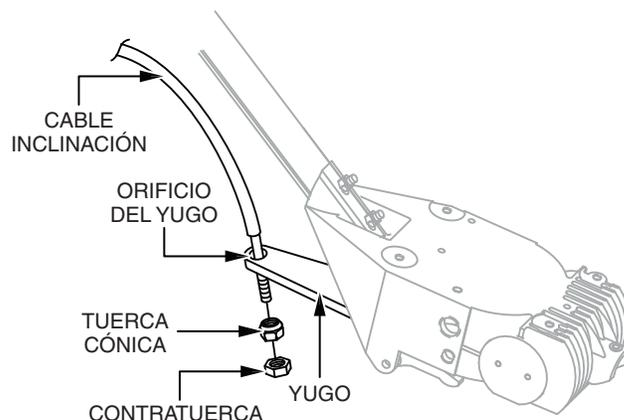

Figura 12. Acoplar el cable al yugo
3. Retire todas las tuercas del extremo del cable de inclinación. Introduzca el cable por el orificio del yugo (Figura 12).
4. Apriete la tuerca cónica (Figura 12) hasta el orificio. Apriete la tuerca cónica con la mano para eliminar toda la holgura del cable.
5. Apriete la contratuerca (Figura 12) hasta la tuerca cónica. Use una llave para apretar la tuerca cónica contra el resalte del yugo. Con ello se fija el cable en su posición.
6. Utilice una llave para apretar la tuerca cónica (Figura 12) contra el resalte del yugo.